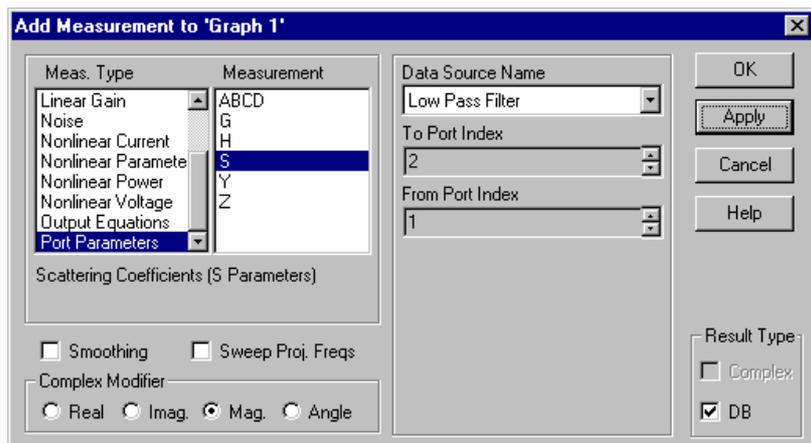

Рис. 3.12. Выбор рассчитываемых характеристик
**Выбор рассчитываемых величин.** Задайте сначала величины, выводимые на первый график, для этого в меню **Project** создайте график **Graph 1**, а затем выберите команду **Add Measurement**. Отображаемые на графике характеристики выбираются в диалоговом окне, показанном на рис. 3.12.
В диалоговом окне **Add Measurement** (рис. 3.12) сделайте следующие установки: